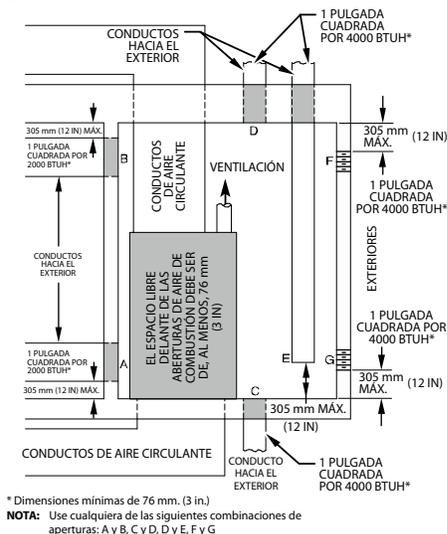

Fig. 6 – Aire para combustión, ventilación y dilución del exterior
2. La Fig. 6 ilustra la forma de crear DOS ABERTURAS AL EXTERIOR, una de admisión y otra de escape del aire de combustión y ventilación hacia el exterior.
- b. Siga las indicaciones de la Fig. 6 y la Tabla 3 para el tamaño de las aberturas y los conductos.
- c. DOS CONDUCTOS HORIZONTALES requieren 645 mm cuadrados (1 in cuadrada) de área libre por cada 1100 mm²/kW (2000 BTU_h) de entrada combinada para todos los dispositivos de gas situados en dicho espacio, según Fig. 6 y Tabla 3.
- d. DOS CONDUCTOS O APERTURAS VERTICALES requieren 645 mm cuadrados (1 in cuadrada) de área libre por cada 550 mm²/kW (4000 BTU_h) de entrada combinada para todos los dispositivos de gas situados en dicho espacio, según Fig. 6 y Tabla 3.
- a. 645 mm² (1 in²) de área libre por cada 734 mm²/kW (3000 BTU_h) de entrada combinada para todos los electrodomésticos de gas situados en dicho espacio, según la Fig. 6 y la Tabla 3.